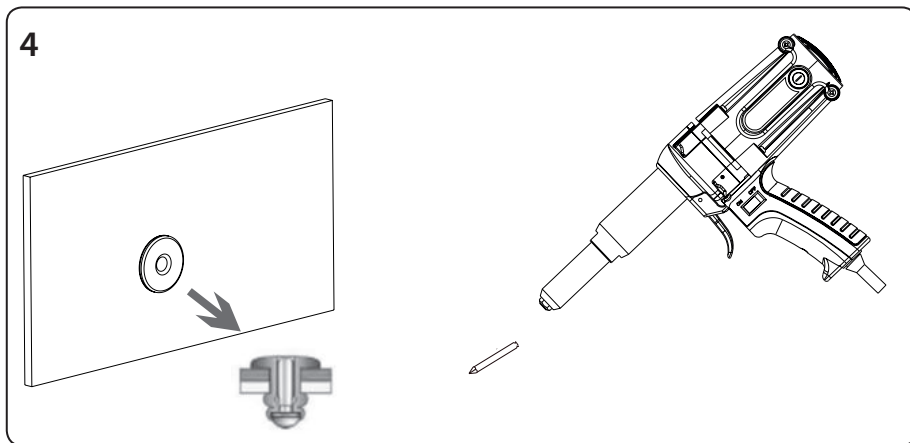

Abb.6
- d) **Nach dem Lösen des Pistolenzugs wird der Niet zusammengesogen und der Nietschaft abgerissen, der aus dem Pistolenzug freigesetzt wird, siehe Schritt 4, Abb. 6.**